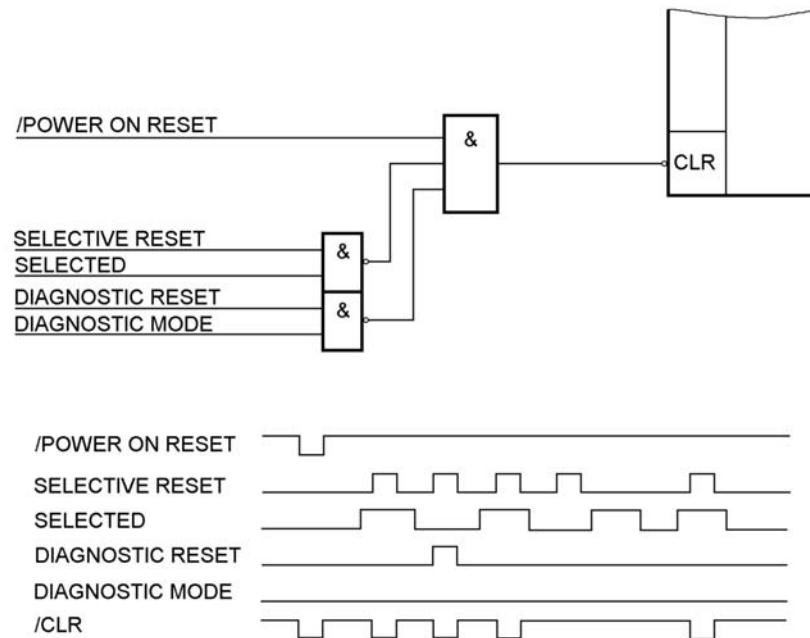

Abb. 5
5. In einer Schaltung wird ein Schaltkreis über ein kombinatorisches Netzwerk zurückgesetzt. Sie messen die dargestellten Signalverläufe (Abb. 5). Ist das in Ordnung? Kennzeichnen und erläutern Sie ggf. gefundene Fehler.